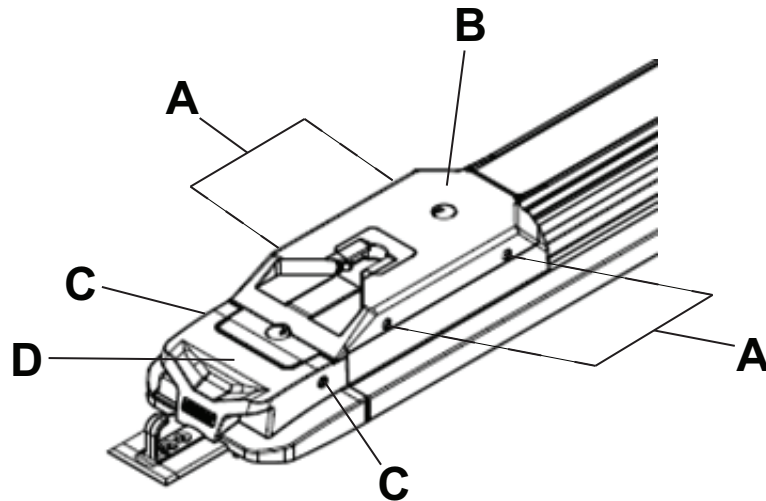

Figure 13 – Cache du côté pieds
9. À l'aide d'une clé Torx T27, enlever les quatre vis d'assemblage à six pans creux (A) reliant le cache du côté pieds (B) au transfert (Figure 13). Conserver les vis.
10. À l'aide d'une clé Torx T27, enlever les deux vis d'assemblage à tête ronde (C) reliant le cache du côté pieds à l'ensemble de nez du côté pieds (D) (Figure 13). Conserver les vis.